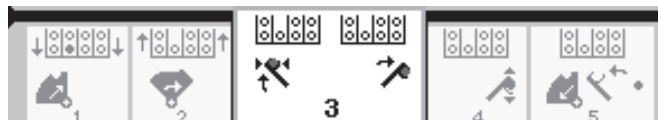

Figura 32
6. Solte o seletor basculante para prosseguir ao próximo passo da sequência (Figura 32).